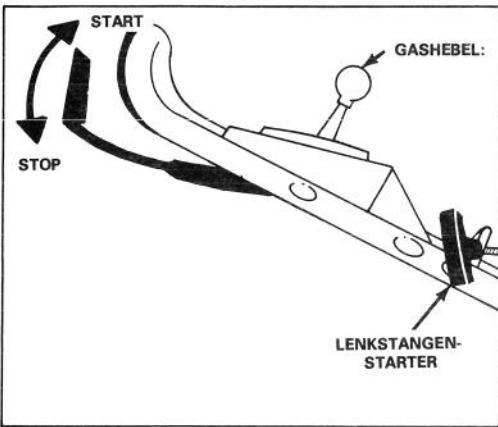

Bild 7
1. BEDIENUNGSELEMENTE — Gashebel, Führungsholm und Lenkstangenstarter sind am oberen Holm angebracht (Bild. 7)
3. STARTEN — Gashebel auf CHOKE schieben und Führungsholm gegen Schiebestange halten. Lenkstangenstarter ziehen und Gashebel wie gewünscht regulieren, wenn der Motor startet (Bild 7). Wenn die Temperatur ungefähr 5 °C erreicht, kann zusätzliches Anziehen erforderlich sein, denn der Motor muß erst Anlaßkraftstoff holen.